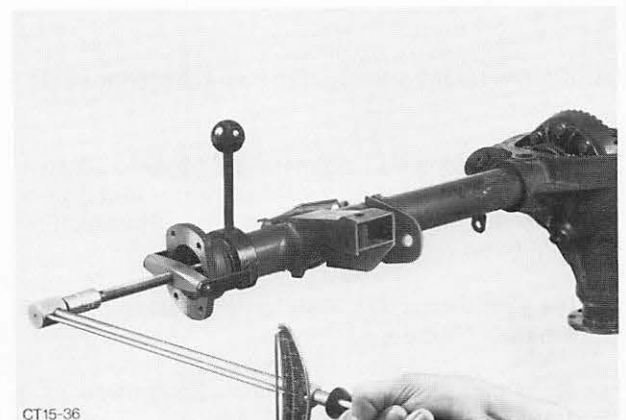

Abb. 80 Druckspindel 15-021 einsetzen und festziehen
32. Druckspindel 15-021, gleichgültig in welchem Achsrohr, einsetzen und mit 5 Nm (50 kpcm) festziehen. Ausgleichgetriebe mehrmals drehen und mit dem Drehmomentschlüssel nochmals den Wert von 5 Nm (50 kpcm) an der Druckspindel prüfen. Abb. 80.